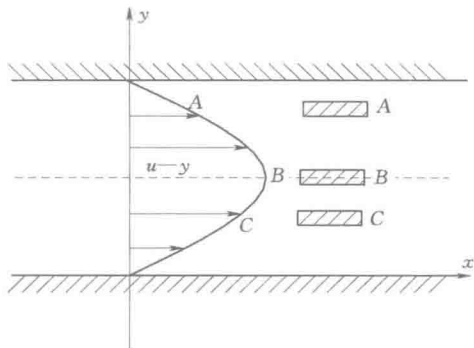

图 1-4
1. 液体在两块平行板间活动, 流速分布如图 1-4 所示, 从中取出 A、B、C 三块自由水体, 试分析: